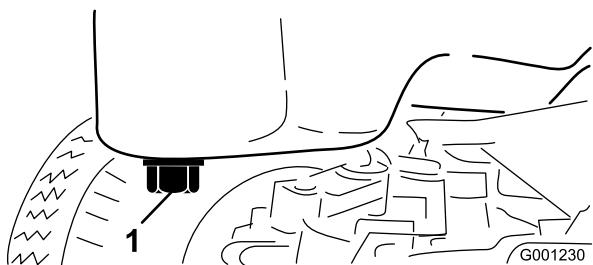

Figure 50
3. Placez un bac de vidange sous le carter en face du bouchon de vidange (Figure 50).